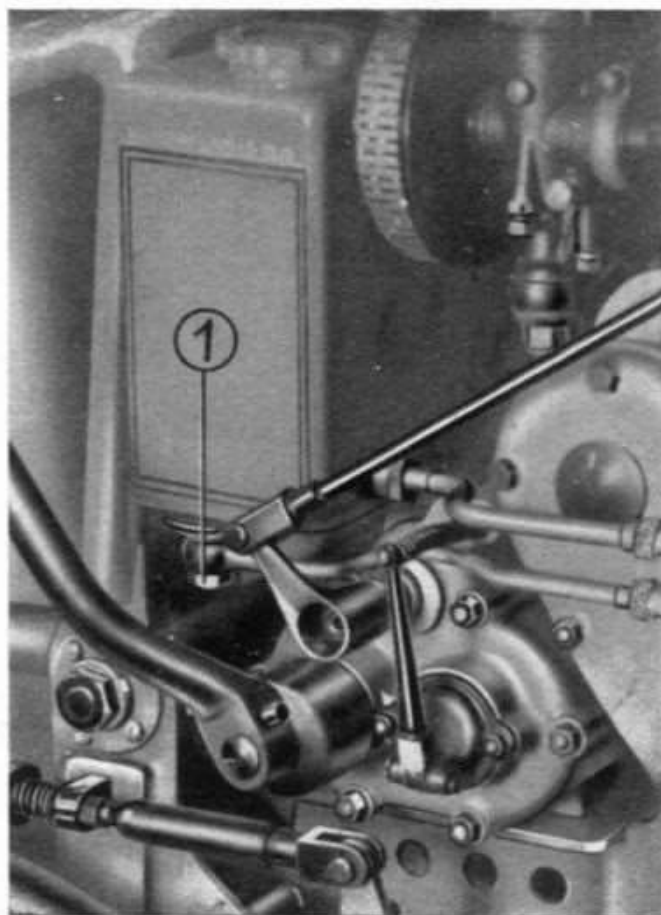

Fig. 4
Detta operazione si fa svitando il raccordo (1) fig. 4 che fissa la tubazione olio al filtro, e togliendo il filtro.